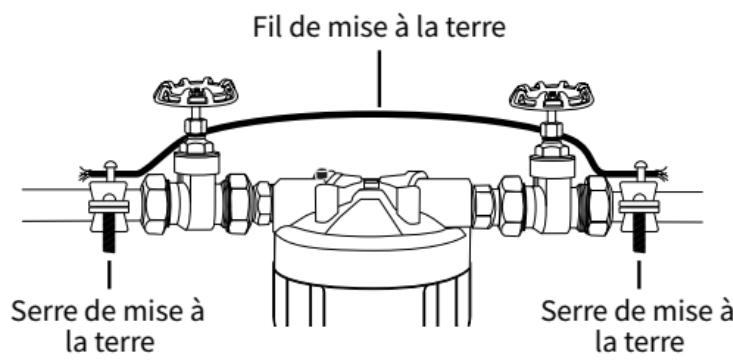

Figure 3
5. Pour une installation sur une tuyauterie métallique :Installez une serre de mise à la terre sur la section de conduite d' eau entrante en métal et une sur la section de conduite en métal d' eau sortante. Assurez-vous que la tête du filtre, les raccords et les soupapes sont entre les deux serres de mise à la terre. (voir la Figure 3)